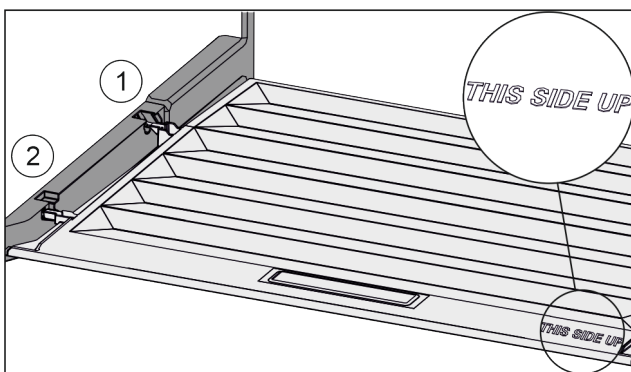

Fig. 41
- ▶ Prečke poklopca uvedite preko otvora stražnjeg držača *Fig. 41 (1)* i uglavite ih u držač *Fig. 41 (2)*.